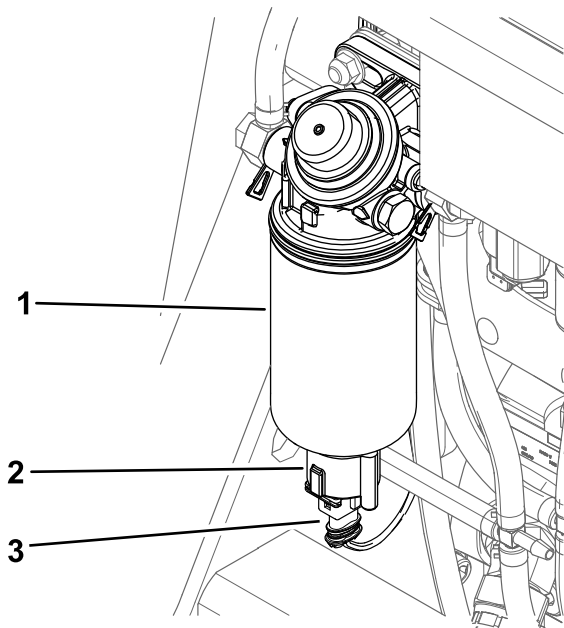

Figure 57
6. Débranchez le faisceau de câblage du séparateur d'eau (Figure 57).
7. Dévissez le contacteur au fond de la cartouche du filtre et vidangez l'eau (Figure 57).
8. Installez le contacteur (Figure 57).
9. Branchez le faisceau de câblage au contacteur (Figure 57).
6. Dévissez le contacteur et vidangez le séparateur d'eau (Figure 57).